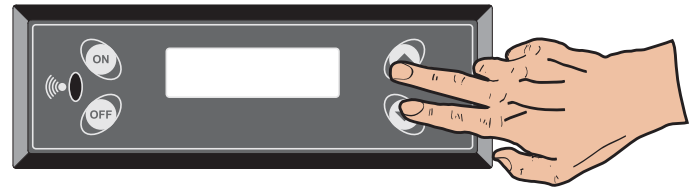

Fig.10.2
- 1) Gleichzeitig die Tasten ▲ und ▼ drücken; auf dem Display erscheint: MENÜ BETRIEBSSOLLWERTE (Abb. 10.2).